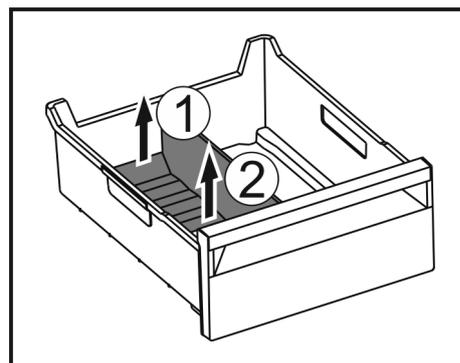

Fig. 74
- ▶ Hinteren Teil des Eisfach-Trenners anheben. Fig. 74 (1)
- ▶ Eisfach-Trenner nach oben entnehmen. Fig. 74 (2)